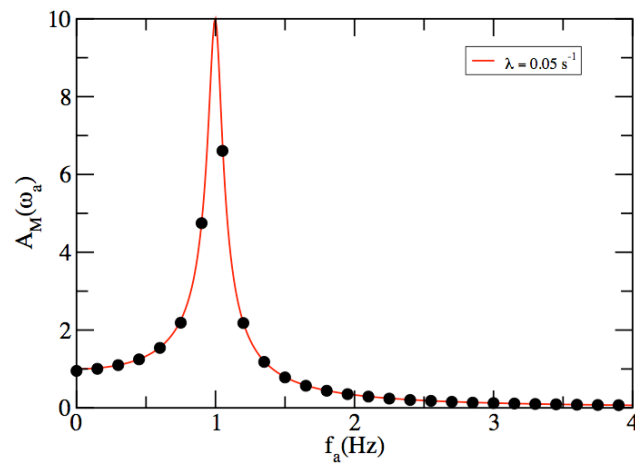

Figura 6: Curva de ressonância obtida por ajuste pelo método dos mínimos quadrados da expressão (31) a um conjunto de dados experimentais
A expressão (31) pode ser ajustada, pelo *método dos mínimos quadrados* a um conjunto de dados experimentais permitindo a determinação simultânea dos valores da frequência própria do sistema (f_0), coeficiente de amortecimento (λ) e A_0 (ver exemplo da figura 6).